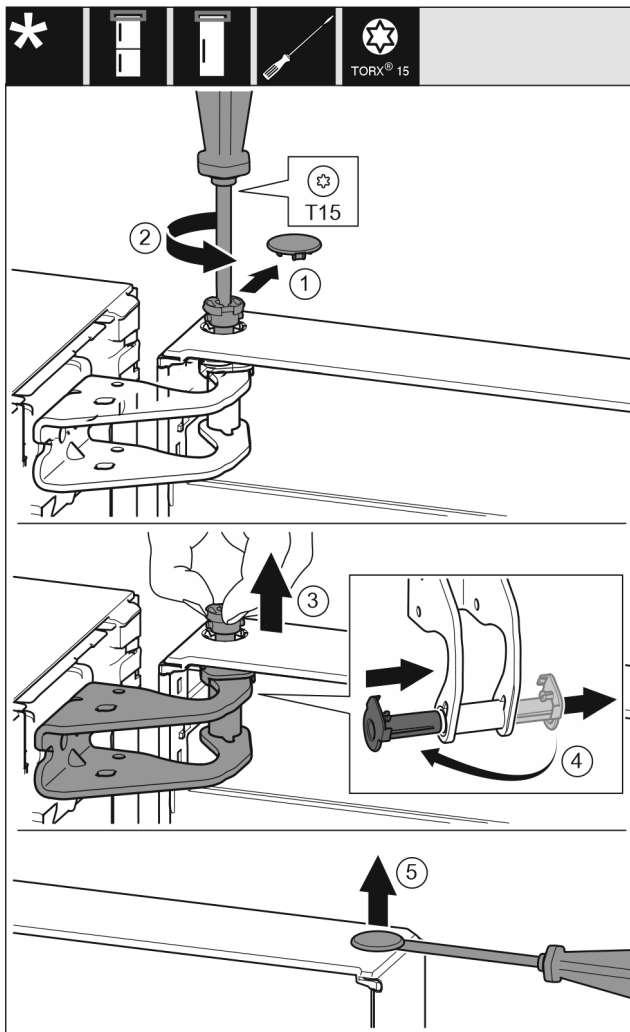

Fig. 7
- ▶ Осторожно снимите предохранительную крышку. Fig. 7 (1)
- ▶ Немного выкрутите палец отверткой T15. Fig. 7 (2)
- ▶ Удерживая дверь, извлеките палец вручную. Fig. 7 (3)
- ▶ Опорную втулку вытяните из направляющей. Установите и зафиксируйте с другой стороны. Fig. 7 (4)
- ▶ Осторожно приподнимите и извлеките при помощи шлицевой отвертки заглушку из опорной втулки двери. Fig. 7 (5)